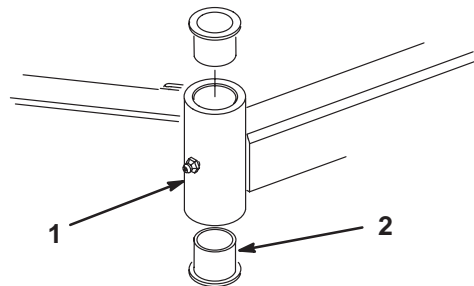

Bild 83
4. Stecken Sie einen Treiberdorn in die Ober- oder Unterseite des Befestigungsrohrs und treiben die Büchse aus dem Rohr (Bild 83). Treiben Sie dann die andere Büchse aus dem Rohr heraus. Reinigen Sie die Innenseite der Rohre.